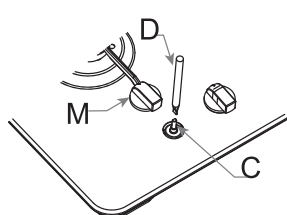

Рисунок 10
2. Снимите ручки управления "М" (Рис. 10).
3. Вставьте маленькую отвертку "D" (Рис. 10) в отверстие пробки "С" и поворачивайте регулировочный винт влево или вправо до тех пор, пока пламя горелки не станет минимальным.